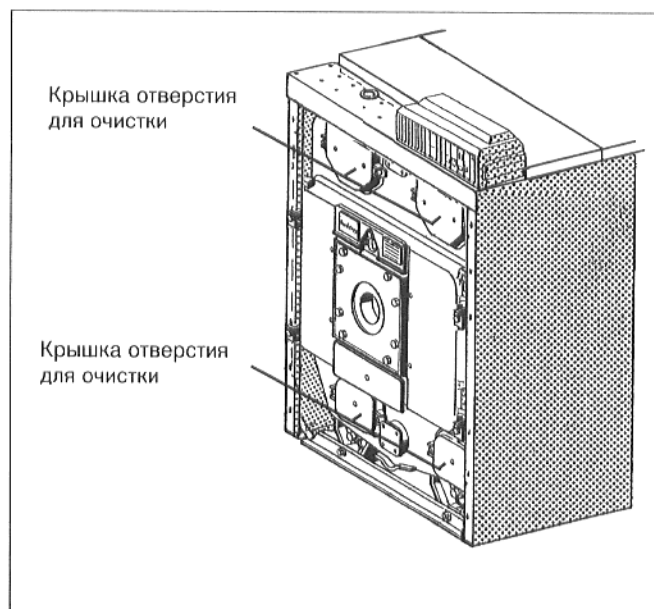

Рис. 59
- Отвинтить крышки отверстий для очистки, вверху и внизу у переднего элемента (рис. 59).